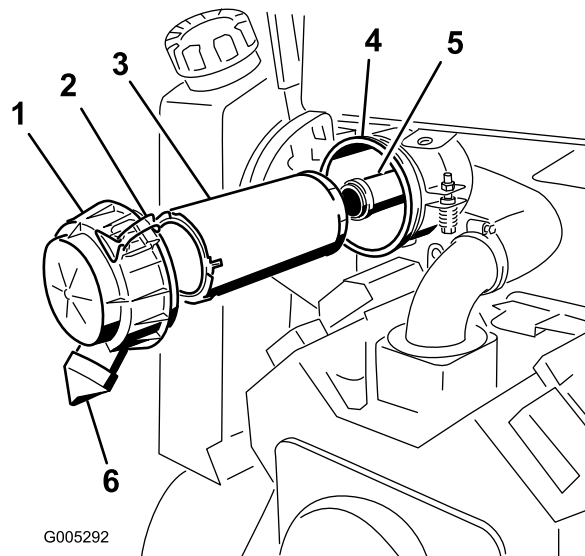

Figura 19
2. Abra los cierres del limpiador de aire y tire de la tapa del limpiador de aire para separarla de la carcasa del limpiador de aire (Figura 19).
- Extraiga con cuidado el filtro primario del cuerpo del limpiador de aire y deséchelo (Figura 19). Evite golpear el filtro contra el lado de la carcasa.
- Si también va a cambiar el filtro de seguridad, extráigalo con cuidado del cuerpo del limpiador de aire y deséchelo (Figura 19). Evite golpear el filtro contra el lado de la carcasa.
- Si va a cambiar el filtro de seguridad, deslícelo cuidadosamente en el cuerpo del filtro (Figura 19). Asegúrese de que está bien asentado empujando firmemente sobre el borde exterior del filtro mientras lo instala.
- Introduzca con cuidado el filtro primario en el cuerpo del limpiador de aire (Figura 19). Asegúrese de que está bien asentado empujando firmemente sobre el borde exterior del filtro mientras lo instala.
- Instale la tapa y el espaciador y fíjelos con la tuerca de la tapa (Figura 19). Apriete la tuerca a 11 Nm (95 pulgadas-libra).
- Instale la tapa del limpiador de aire con la salida de goma hacia abajo, en la posición de las 5—las 7 (visto desde el extremo) (Figura 19) y sujétela con los cierres.